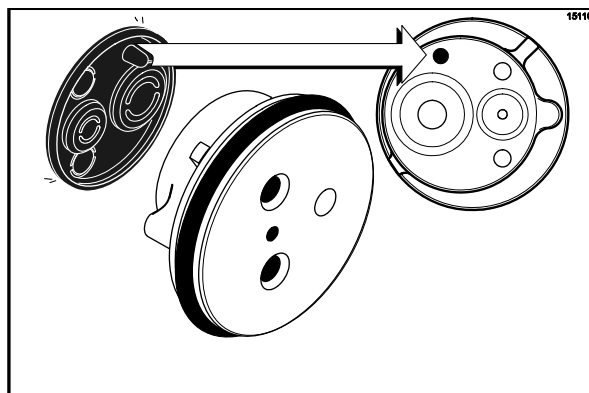

Figura 147
6. Deslize o gasket da válvula da bomba pelos furos do orifício de ar. **NÃO** lubrifique o gasket. (Veja a Figura 147.)